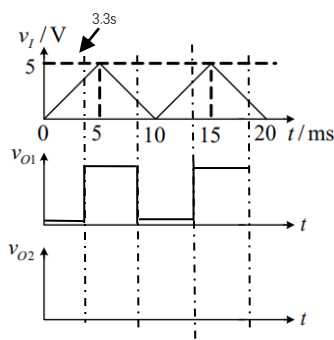

图 12-3
- (1) 第一片 555 接成了什么电路, 求出该电路的关键参数;
- (2) 第二片 555 接成了什么电路, 求出该电路的关键参数;
- (3) 已知输入 v_i 的波形如图 12-3 所示, 画出图中输出电压 v_{O1} 和 v_{O2} 的波形。